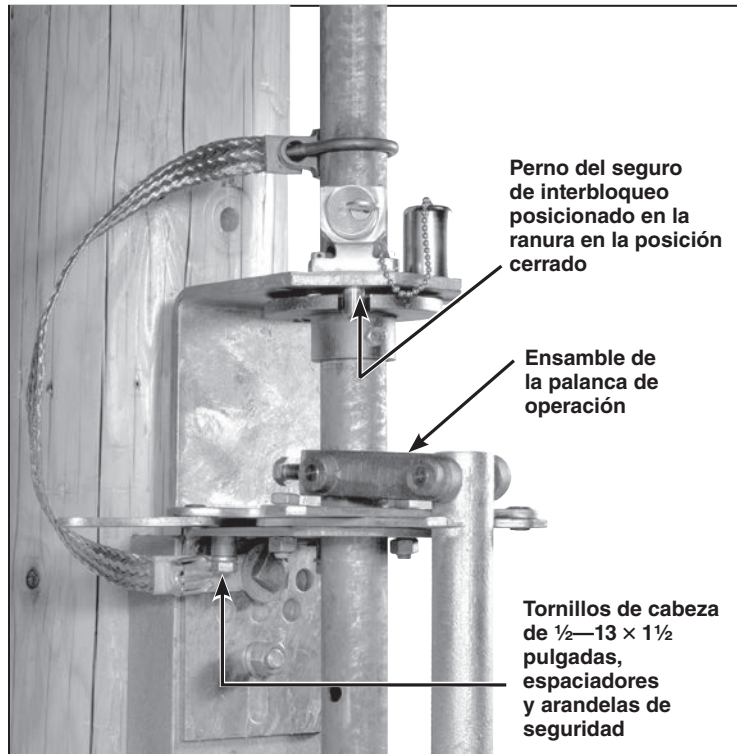

Figura 31. Asegure el ensamble de la palanca de operación.
**PASO 31.** Sujete el ensamble de la palanca de operación a la sección más baja del tubo de operación vertical utilizando los tornillos perforantes de sujeción proporcionados. Ver Figura 31.